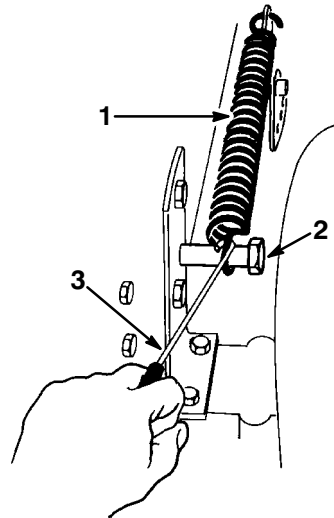

Bild 40
4. Entfernen Sie die Feder des Schneidwerkhubes mit dem mit der Maschine mitgelieferten Federwerkzeug von der Befestigungsschraube (Bild 40). Die Feder befindet sich zwischen Rahmen und rechtem Hinterrad.
13. Stellen Sie den Schnitthöhenhebel (Schneidwerkhub) auf Kerbe "D". Bringen Sie die Feder des Schneidwerkhub zur Einlagerung an der Befestigungsschraube an (Bild 40).
15. Haken Sie die Feder des Schneidwerkhubes an der Befestigungsschraube ein (Bild 40). Verwenden Sie dazu das mit der Maschine mitgelieferte Federwerkzeug.